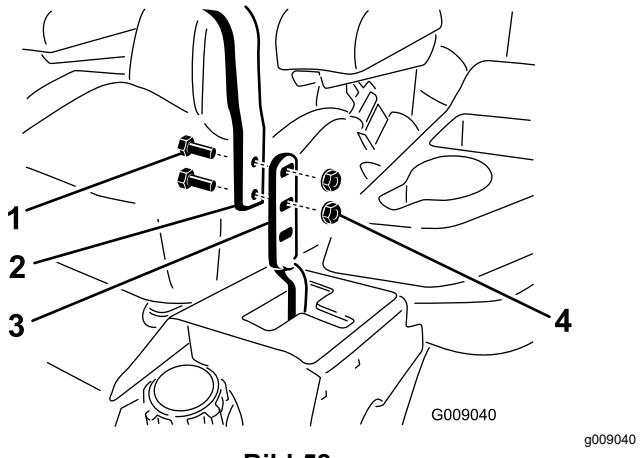

Bild 58
2. Lösen Sie die Schrauben und Bundmuttern, mit denen die Griffe an den Hebeln befestigt sind (Bild 58).